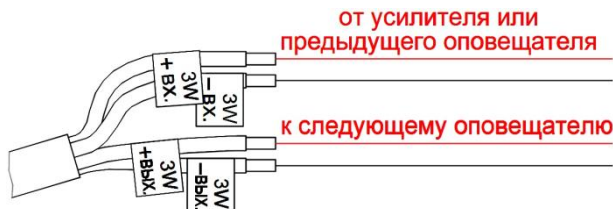

Рис. 2. Схема подключения оповещателя
- подключить к оповещателю согласно схеме подключения внешние линии (см. рисунок 2);